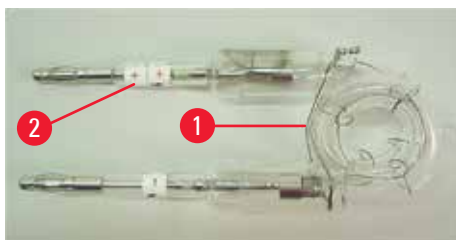
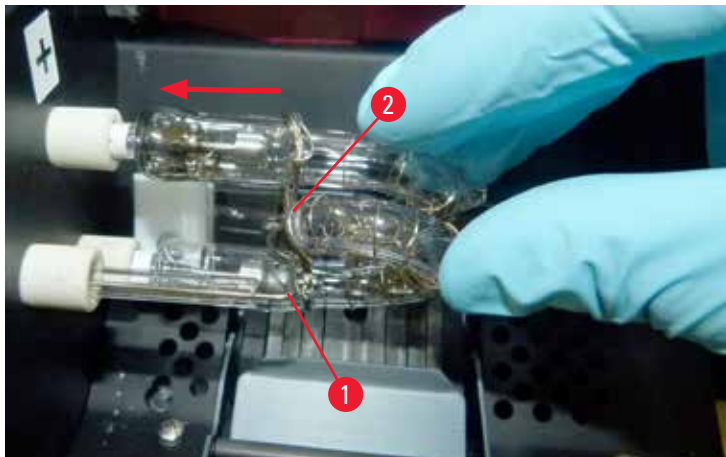

Fig. 18
Fig. 20
2. Sätt in den nya blyxtlampan (→ "Fig. 18") i lamphållaren (→ "Fig. 17-3"); och tryck sedan försiktigt in den så långt det går (→ "Fig. 20") (det ska inte gå att se polaritetsmärkningen (+) längre). Om det behövs kan du försiktigt föra blyxtlampan upp och ner.